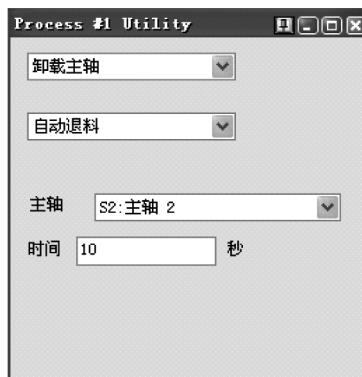

图 6-73 卸载主轴
2) 创建“卸载主轴”功能操作，并计算程序，如图 6-73 所示。